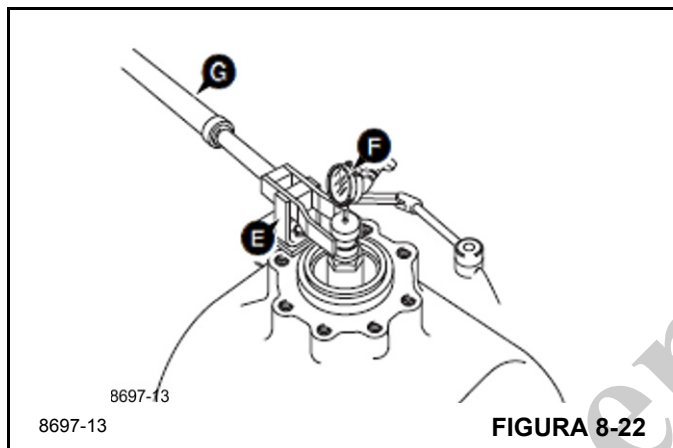

FIGURA 8-22
- Instale o suporte especial D na carcaça da cabeça de acionamento utilizando duas porcas e parafusos M10 x 30. Instale o pilar de suporte da ferramenta especial E (Figura 8-22) no suporte D de forma que a extremidade do garfo engate no adaptador C. Certifique-se de que o